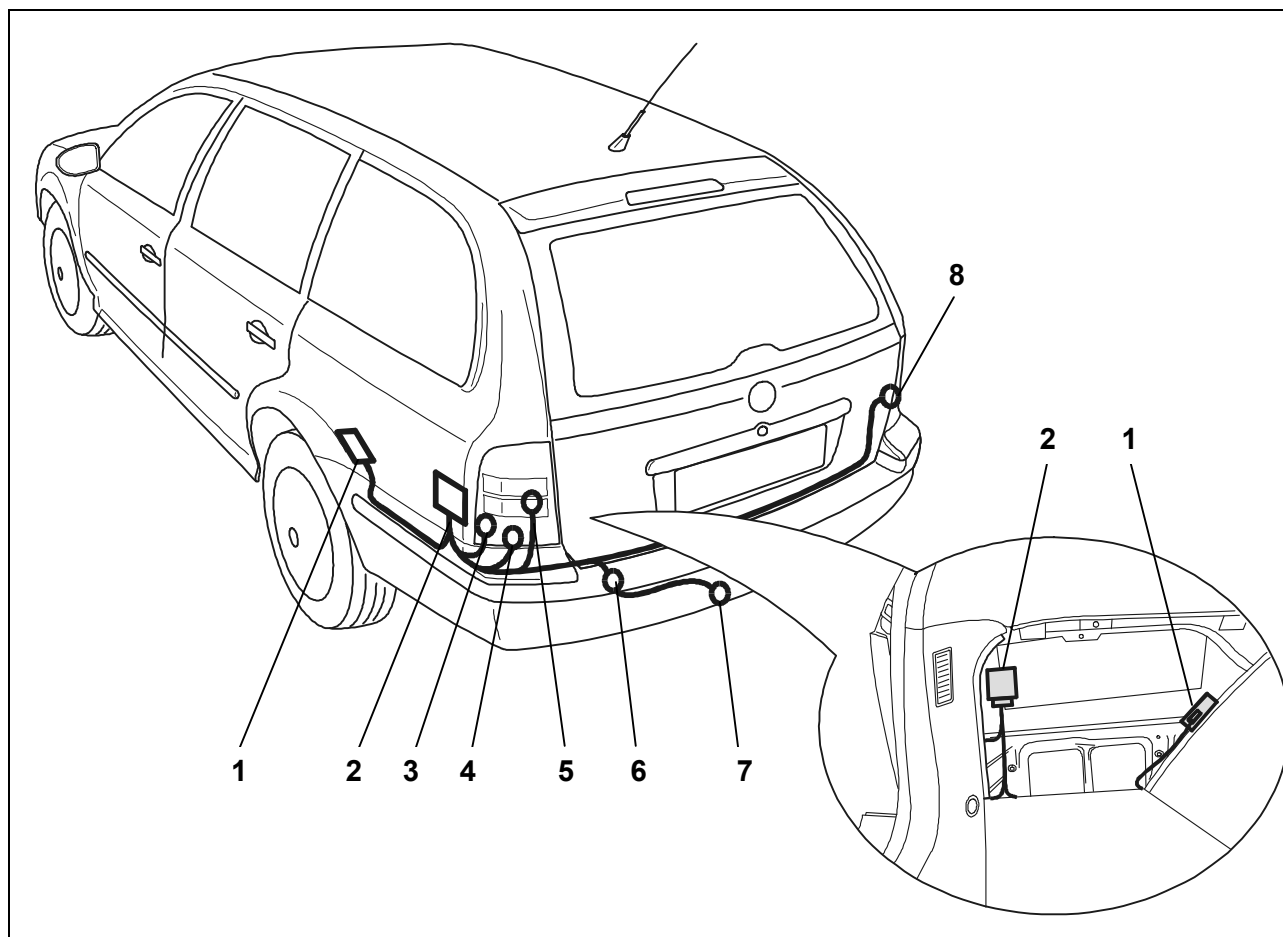

Abb. 1: Einbauübersicht
3. Die Gummitülle auf den Leitungsstrang (Abb. 1/6) aufschieben und die Länge der Leitung anpassen.
4. Das Leitungsende durch die fahrzeugseitige Durchführung, ausgehend vom Kofferraum, nach außen zum Steckdosenhalteblech (Abb. 1/6) verlegen.
5. Die Gummitülle in die Kabel-Durchführung (Abb. 1/6) einsetzen.
6. Die Steckdosendichtung auf den Leitungsstrang (Abb. 1/7) aufschieben.
7. Den Kontakteinsatz in das Steckdosengehäuse (Abb. 1/7) eindrücken und die Gummidichtung an die Steckdose heranschieben.
8. Die Steckdose mit den beiliegenden Schrauben und Muttern am Halteblech (Abb. 1/7) festschrauben.
7. Den Leitungsstrang gemäß der *Steckdosenbelegung* am Steckdosengehäuse (Abb. 1/7) anschließen und die Gummidichtung an die Steckdose heranschieben.
9. Die braun und braun/weißen Leitungen mit Ringösen an den fahrzeugseitigen Massepunkt (Abb. 1/4) auf der linken Kofferraumseite anschließen.
10. Die Steckverbindung der gelben und grün/weißen Leitung zur linken Rückleuchte (Abb. 1/5) verlegen.
12. Die Steckverbindung der grau/gelben und rot/grünen Leitung entlang dem Heckabschlussblech zur rechten Rückleuchte (Abb. 1/8) verlegen.
14. Das Anhängermodul (Abb. 1/2) mit einem Klettband in der linken Ecke des Kofferraums befestigen.
18. Die beiden Kontakte an den roten Einzelleitungen in den Sicherungshalter (Abb. 1/3) einrasten und den gelben Clip einsetzen. Sicherung (Abb. 1/7) einsetzen und Schutzdeckel aufstecken.
Das Steuergerät der EPH (Abb. 1/1) befindet sich hinter der linken Seitenverkleidung des Kofferraums am Radlauf (Skoda-Teilenummer 1U0 919 283).
19. Die braun/weiße Leitung von Pin 7 des Anhängermoduls (Abb. 1/2) zum Steuergerät der EPH (Abb. 1/1) verlegen. Das Ende der Leitung auf Pin 5 des 16-poligen Steckers anschließen.